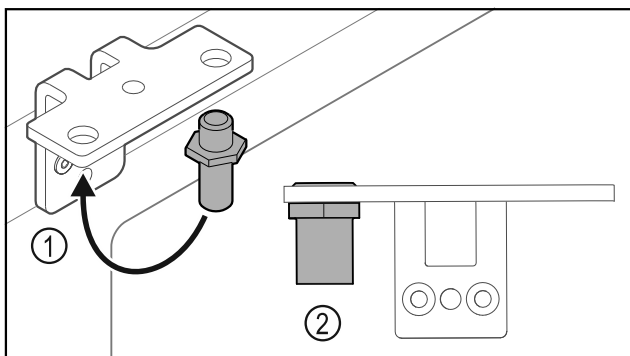

Fig. 28
- Flytta bulten Fig. 28 (1) i gångjärnsfästet.
- Dra åt bulten Fig. 28 (2) med ett **vridmoment på 12 Nm**.